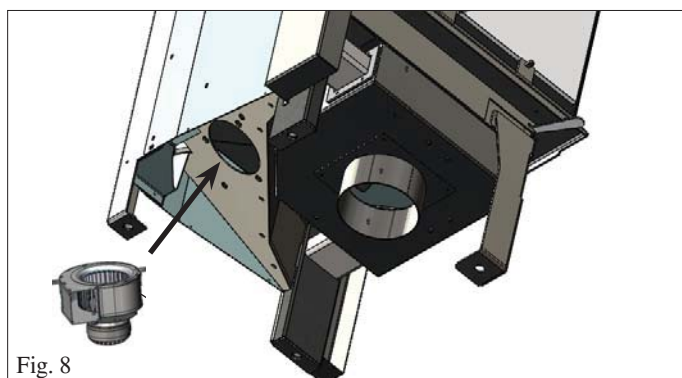

Fig. 8
- Avec les vis fournies, appliquer le ventilateur sur la plaque sous la cheminée (fig. 8).